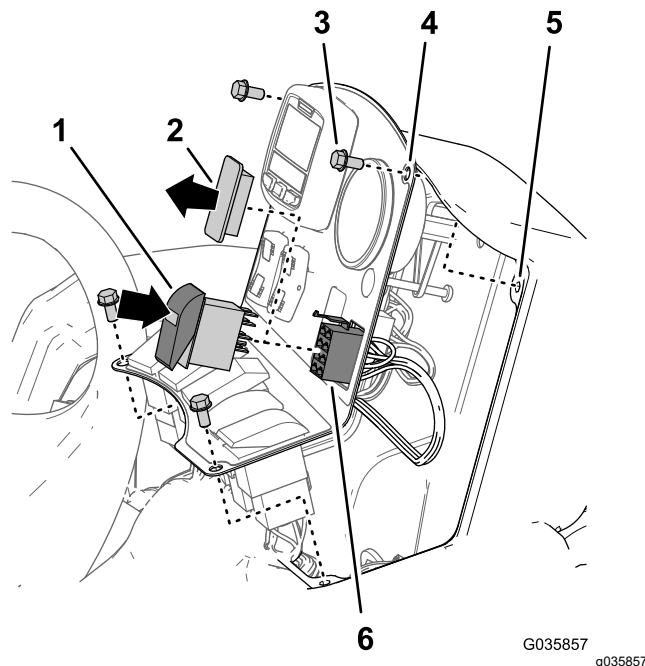

Figure 36
1. S'ils sont présents, retirez les 4 boulons à embase ($\frac{1}{4}$ " x $\frac{1}{2}$ ") qui fixent le panneau de commande sur la console, comme montré à la Figure 36.
2. Retirez le cache à l'emplacement de l'interrupteur dans le panneau de commande de la console (Figure 36).
3. Faites passer le connecteur à 8 douilles du faisceau du kit de finition pour rampes soniques par l'ouverture dans le panneau de commande (Figure 36).
4. Branchez le connecteur à 8 douilles du faisceau du kit de finition pour rampes soniques étiqueté SONIC MODE MANUAL VS. AUTO sur l'interrupteur à bascule (Figure 36).
5. Insérez l'interrupteur à bascule dans l'ouverture du panneau de commande jusqu'à ce qu'il s'enclenche solidement en place (Figure 36).
6. Alignez les trous dans le panneau de commande et les trous au sommet de la console (Figure 36).
7. Fixez le panneau à la console à l'aide des boulons (Figure 36) que vous avez retirés à l'opération 1.